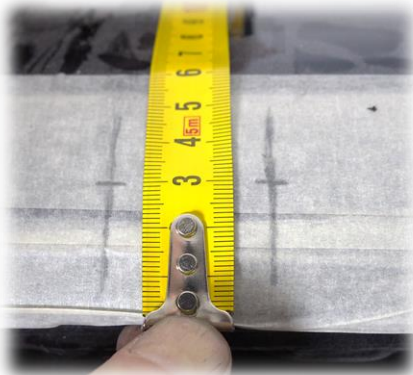

Рис.2
- 3.3 Отложить борт. Приложить рулетку, зацепив ее за край крыши (отбортовку проема), и совместить с нанесенной разметкой одного из отверстий. Отложить 30 мм и разметить точки сверления (рис.2)